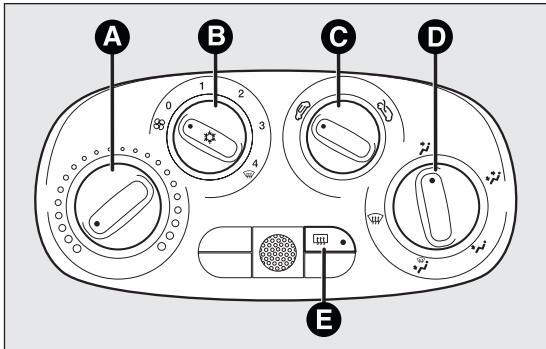

Abb. 29
- A Drehgriff Lufttemperatur (rot-warm / blau-kalt) Abb. 29
- B Drehgriff Lüfterdrehzahl und Ein-/Ausschalten der Klimaanlage Abb. 29. Durch Drücken des Drehgriffs wird die Klimaanlage eingeschaltet. Gleichzeitig leuchtet die Led auf dem Drehgriff auf. Dieser Vorgang ermöglicht eine schnellere Kühlleistung im Fahrgastraum.
C Drehgriff Umluft Abb. 29
D Drehgriff Luftverteilung Abb. 29
E Schalter ON/OFF Heckscheibenheizung Abb. 29. Die aktive Funktion wird durch das Aufleuchten der Led auf der Taste angezeigt.